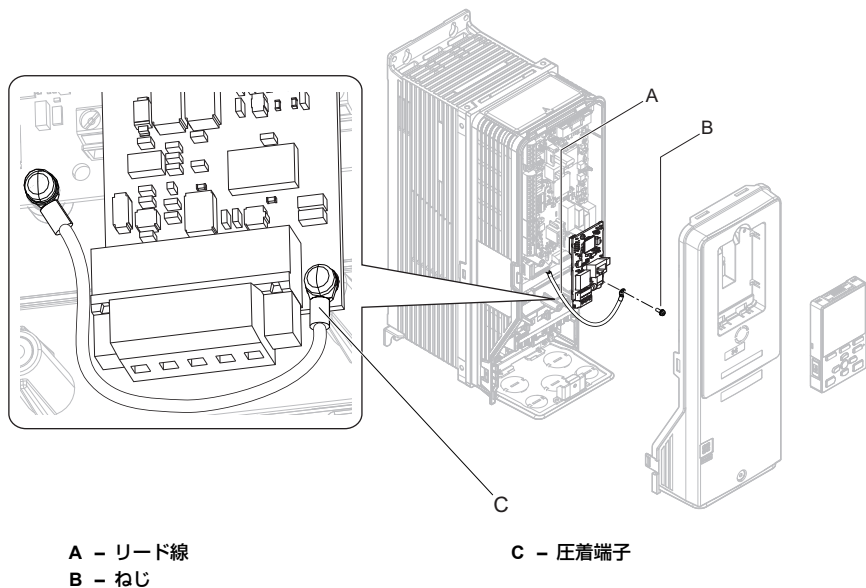

図 24 リード線の接続
- (注) 1. 圧着端子 (C) の向き、ケーブル配線ルートは図 24 の通り行ってください。